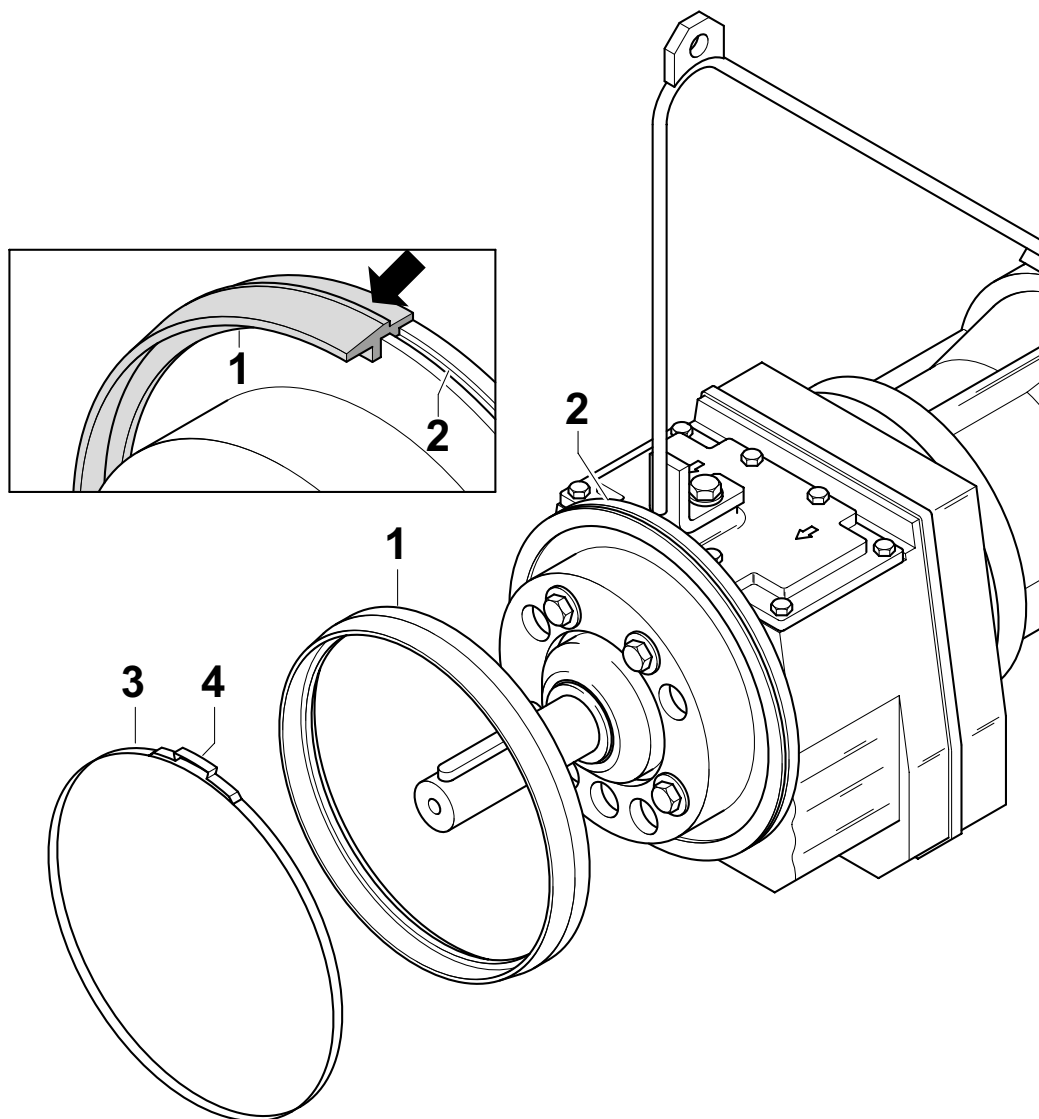

Figure 19 Montage/démontage de la bague SD (Solid- Deflection)
NOTA La figure 19 représente le remplacement de la bague SD sur un moteur RW. La situation de montage est identique pour le SB/XSB.
- Pour monter la bague SD (19/1), retourner celle-ci *conformément à la figure 19* à la main sur tout le contour et la serrer dans la rainure du capot moteur (19/2).